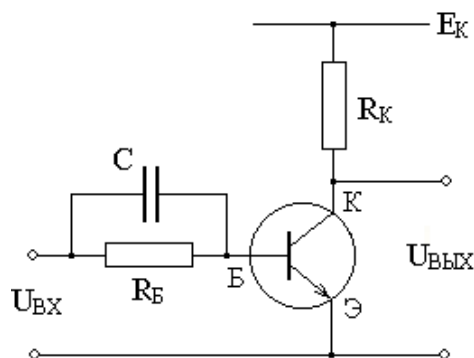

Рисунок 5.4 – Схема ключа с ускоряющим конденсатором
Ускоряющий конденсатор  $C$  включают параллельно резистору  $R_B$  (**рис. 5.4, а**). При переключении входного сигнала с  $E_2$  на  $E_1$  базовый ток БТ – ток зарядки конденсатора  $C$  (не ограничен  $R_B$ ):
**5.4.6** С использованием директивы **.STEP** исследовать влияние емкости ускоряющего конденсатора (C на рис. 5.4) на переходной процесс. Результаты представить в виде семейства переходных характеристик с емкостью ускоряющего конденсатора в качестве параметра.